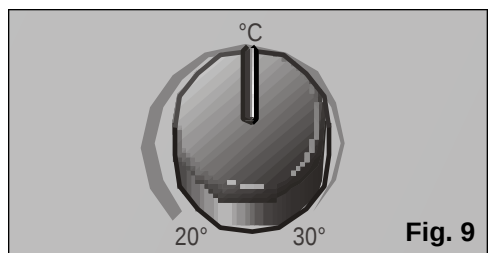

Fig. 9
- ❑ Zet de thermostaat op de gewenste temperatuur, **Fig. 9**. Als het apparaat automatisch afslaat door de thermostaat, moet u wachten totdat de temperatuur in de omgeving 2-3° C stijgt, voordat het apparaat weer gaat werken.